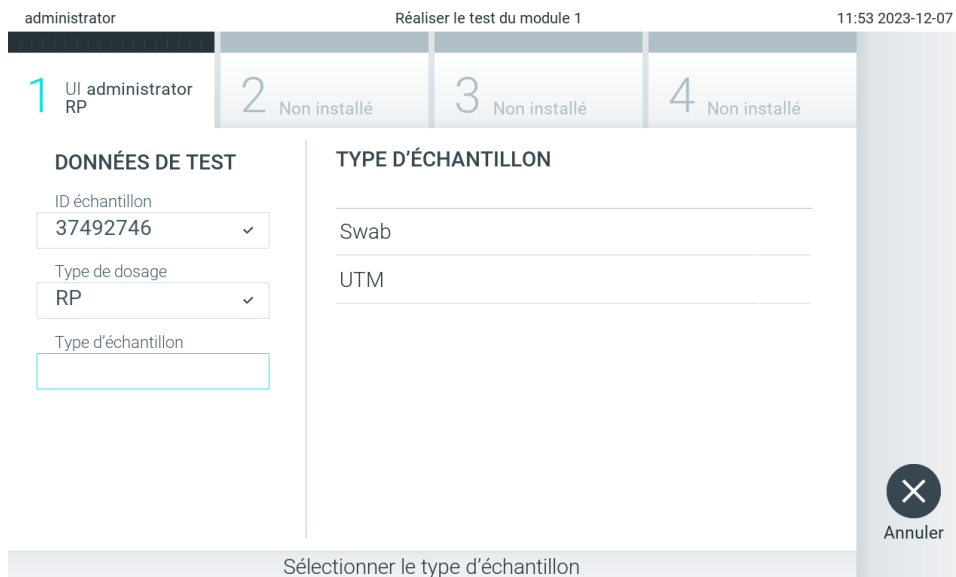

Figure 88. Sélection du type d'échantillon.
- Le champ Assay Type (Type de dosage) est automatiquement renseigné et, si nécessaire, un Sample Type (Type d'échantillon) doit être sélectionné manuellement dans la liste (figure 88).
3. Lorsque vous y êtes invité, scannez le code-barres de l'ID d'échantillon avec le lecteur de code-barres intégré au module opérationnel (figure 88)